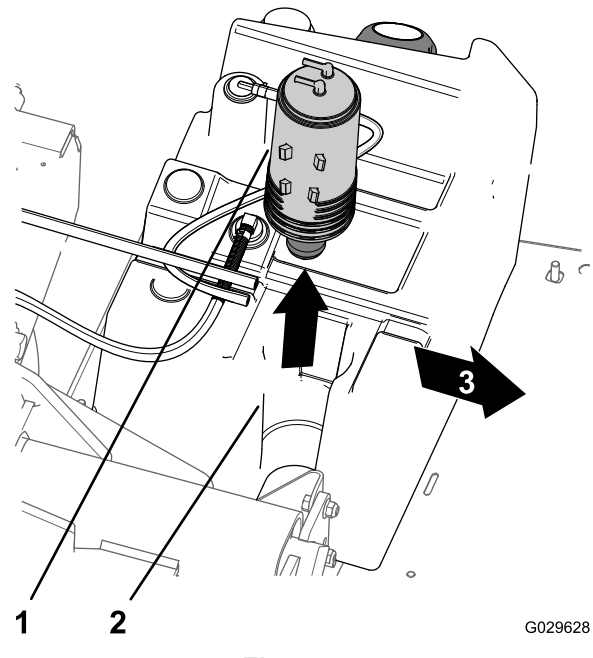

Figure 47
- Soulevez la cartouche de charbon de son support dans le réservoir de carburant (Figure 47).
7. Insérez la nouvelle cartouche de charbon actif dans son support sur le réservoir de carburant, en alignant les raccords marqués « Fuel Tank » et « Purge » vers l'arrière (Figure 47).